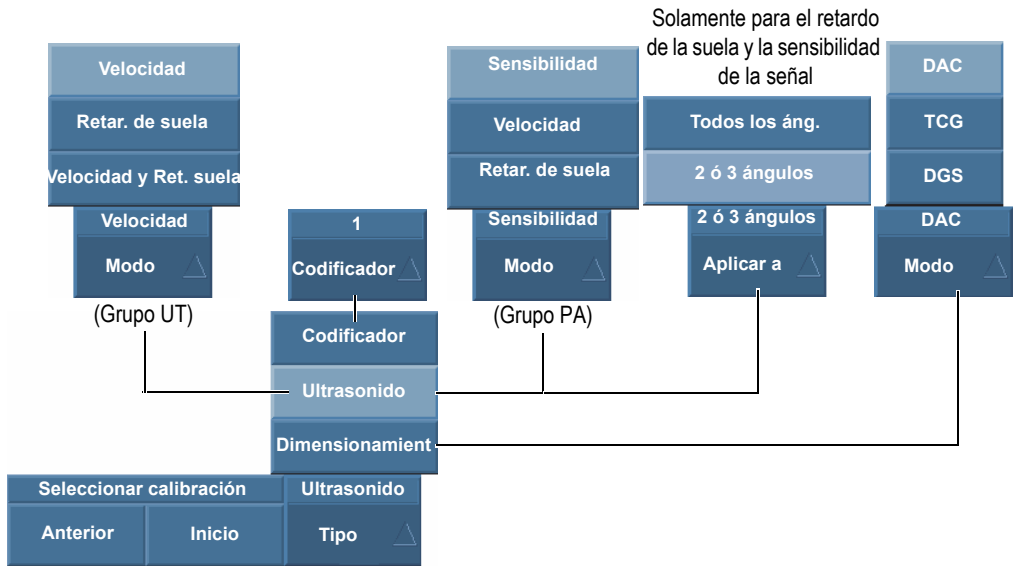
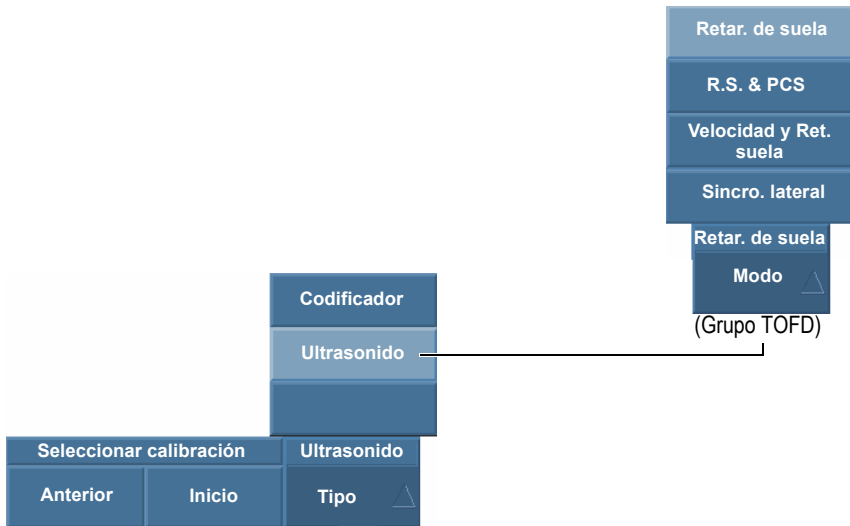

Figura 5-1 Opciones de parámetros en la etapa del asistente Seleccionar calibración
Figura 5-2 Opciones de parámetros para calibrar: grupo TOFD
2. En la lista del parámetro **Tipo**, seleccione el tipo de calibración que desea efectuar. Véase la Figura 5-1 en la página 120 y la Figura 5-2 en la página 120.
3. Según la selección efectuada en la primera etapa (véase la Figura 5-1 en la página 120), seleccione el elemento que desea calibrar en la lista **Codificador o Modo**.